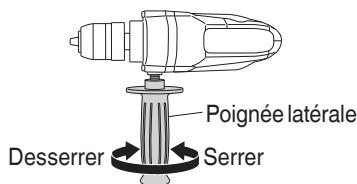

Fig. 5
9. Installation de la poignée latérale (accessoire en option) (Fig. 5)